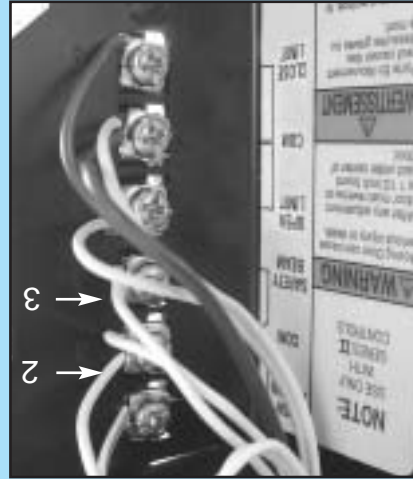

FIG. 3-7 Connexion au STB
- Introduire le fil sous la plaque plane et serrer la vis. (N'importe quel fil, blanc ou rayé, peut être introduit dans n'importe quelle borne) (Fig. 3-7).
- Insertar el cable debajo de la placa plana y apretar el tornillo. (No importa cual de los cables, el blanco o el que tenga hilo de identificación va en cual terminal) (Fig. 3-7).